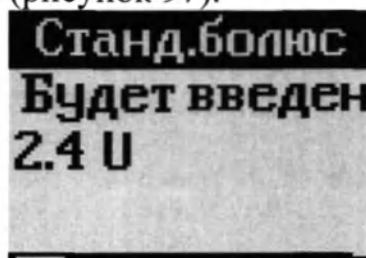

Рисунок 97 – Экран «СТАНД.БОЛЮС» («БУДЕТ ВВЕДЕН»)
2. Нажать и удерживать кнопку «OK» в течение трех секунд. На экране отобразится «БУДЕТ ВВЕДЕН» (рисунок 97).